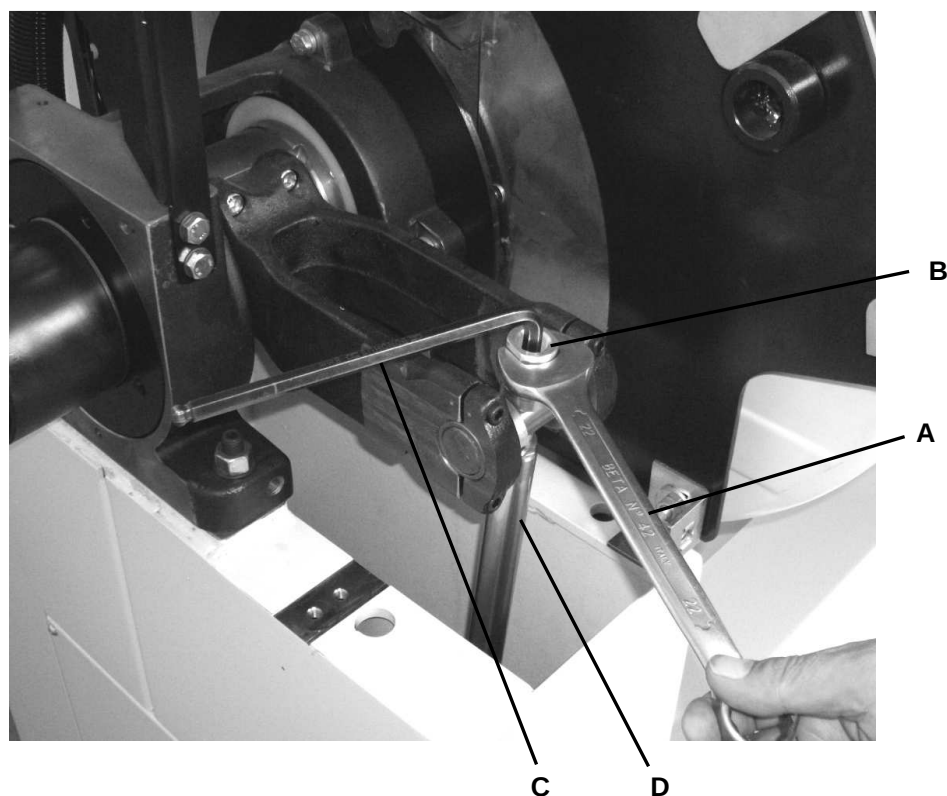

Fig. 09-07
- A l'aide de la clé 'A' desserrer le contre-écrou 'B', puis, en tournant la clé 'C', régler la position de la tige du cylindre 'D' (**Fig. 09-07**).
- Serrer le contre-écrou 'B' - **Fig. 09-07** et vérifier avec une équerre que la coupe est effectuée à 90°, au besoin, régler la position de la tige du cylindre.